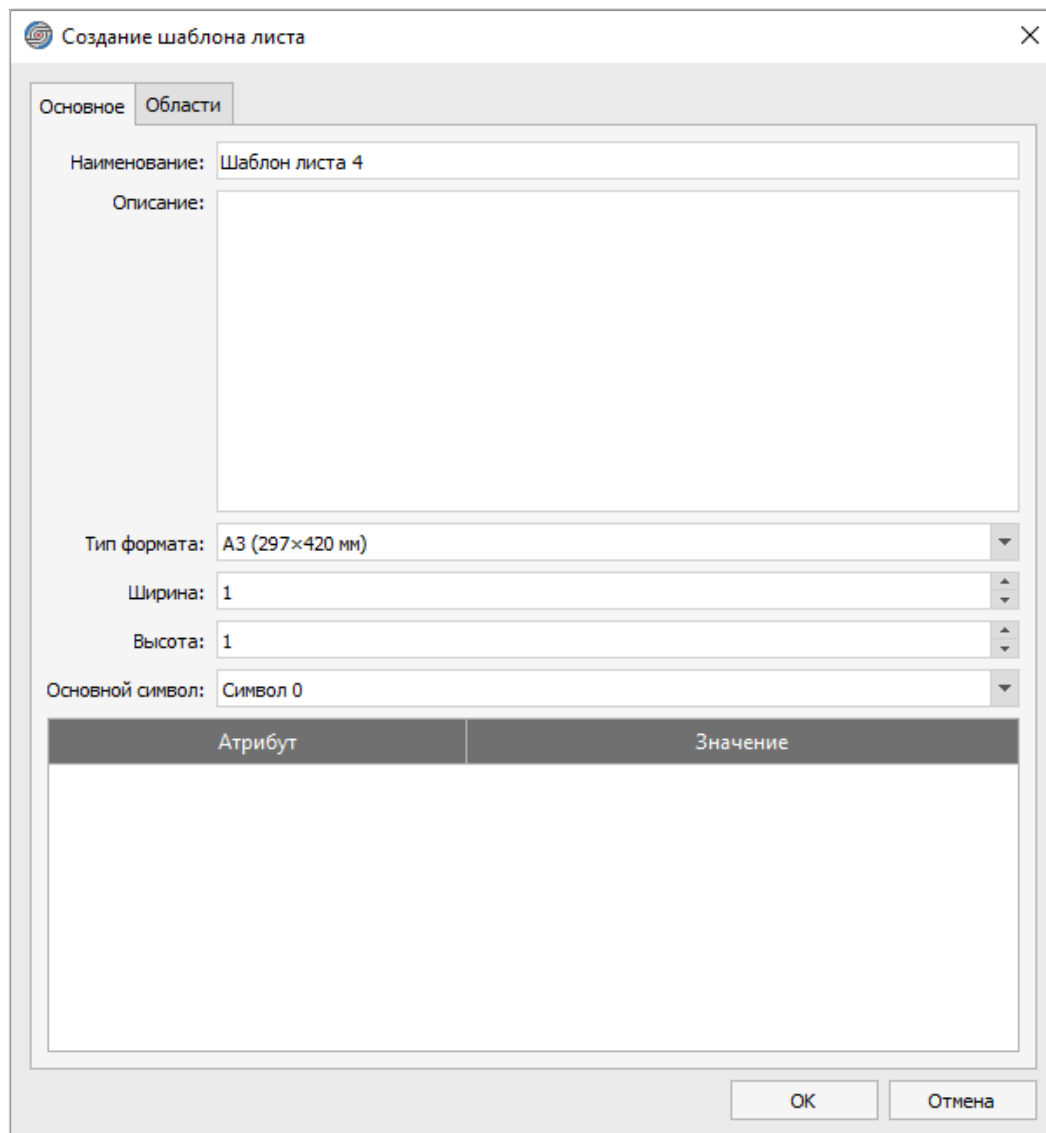

Рисунок 143. Вкладка «Основное» диалогового окна «Создание шаблона листа»
- 2) В открывшемся диалоговом окне «Создание шаблона листа» (см. рисунок 143) на вкладке «Основное»:
- 2) В открывшемся диалоговом окне «Создание шаблона листа» (см. рисунок 143) внести изменения, если необходимо.